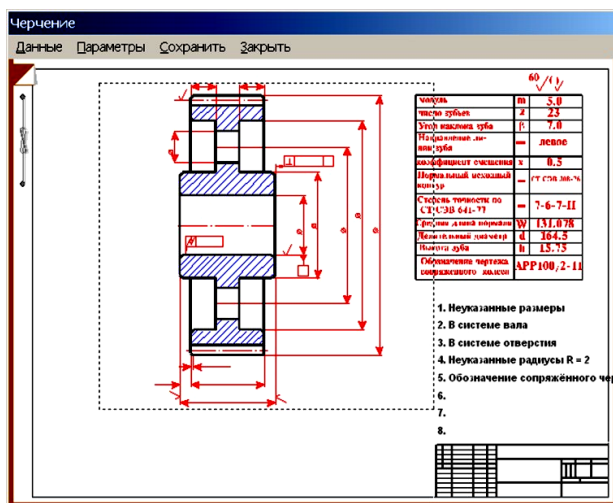
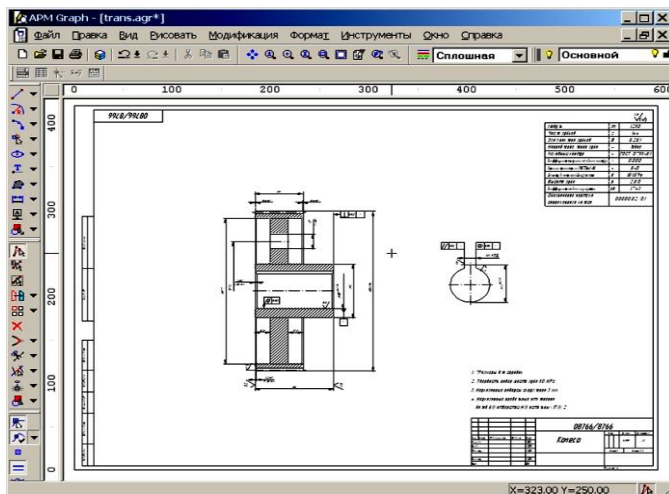

Рис. 3
Рис. 10
8. Генерация чертежа спроектированной передачи. В диалоговом окне «Результаты» флажком отмечаем пункт «Чертеж...». После нажатия кнопки «Продолжить» выбираем, какой из элементов передачи (ведущий или ведомый) требуется начертить. В открывшемся при этом диалоговом окне «Черчение» (рис. 3) необходимо сделать некоторые настройки.
**Задание параметров зацепления.** Двойной щелчок левой кнопкой мыши в области таблицы параметров в диалоговом окне «Черчение» (см. рис. 3) или выбор в меню *Данные/Таблица зацепления* вызывает открытие диалогового окна «Таблица зацепления» (рис. 7). Пользователь может изменить значения параметров, записанные в полях с белым фоном. Нажатием кнопки «Контр. параметр» можно добавить в таблицу соответствующие контрольные параметры колеса.
**Сохранение чертежа.** Для завершения генерации чертежа необходимо в окне «Черчение» (см. рис. 3) выбрать пункт меню *Сохранить* и сохранить этот чертеж как файл с расширением \*.agr. После этого произойдет запуск плоского графического редактора APM Graph, в окне которого и будет показан чертеж рассчитанного зубчатого колеса (рис. 10).